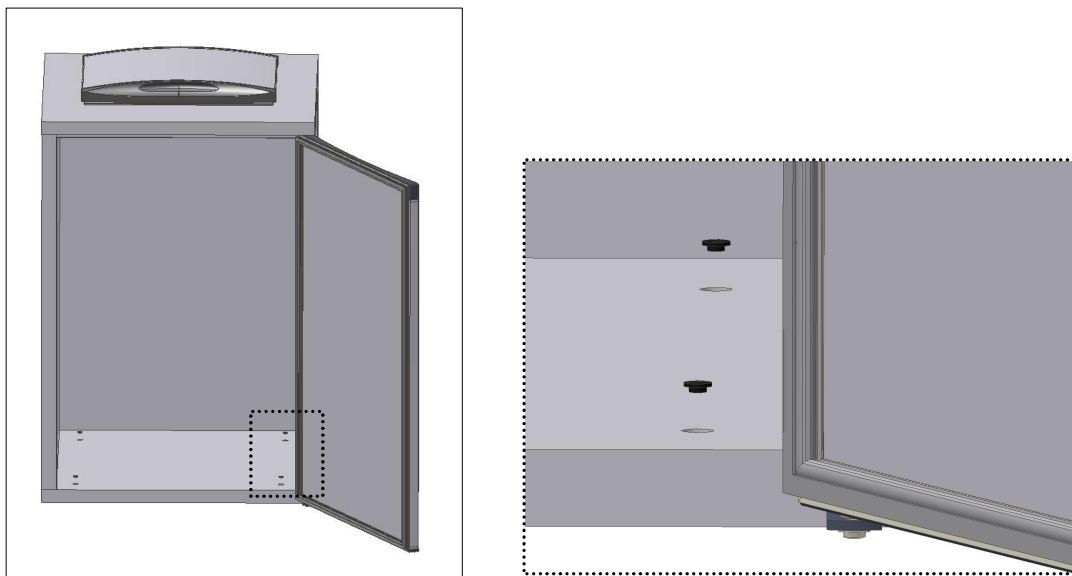

Fig. 12
- Stellen Sie die kleinen Kunststoffstopfen auf den Boden (Abb.12).